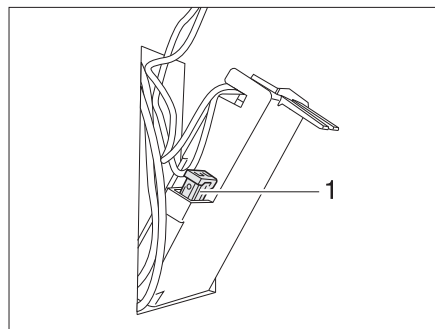

Fig. 176 Fusible des toilettes Thetford
- Changer le fusible (Fig. 176,1).